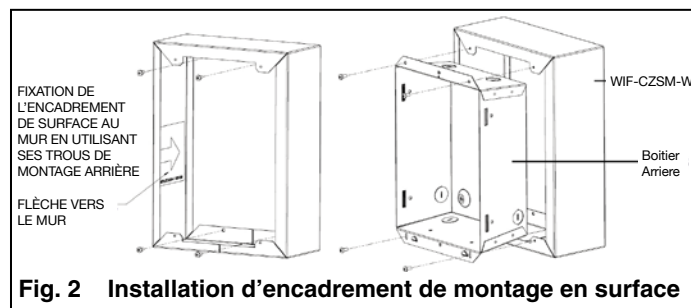

Fig. 2 Installation d'encadrement de montage en surface
Cet accessoire permet une installation en surface des radiateurs de série 950 en lui donnant un aspect fini. Il doit être installé entre le boîtier arrière et le mur comme c'est montré en Fig. 2.
1. Localisez l'emplacement de montage voulu pour le radiateur en conservant les dégagements requis. Positionnez l'ensemble WIF-CZSM-W au mur et fixez-le en utilisant quatre (4) trous sur son arrière comme montré en Fig. 2.
3. Adaptez le boîtier arrière dans l'encadrement de surface en vous assurant que les deux pattes fournies pour fixer l'ensemble de radiateur/ventilateur au boîtier arrière soient bien en bas. Fixez le boîtier arrière à l'encadrement de surface en utilisant quatre (4) vis fournies.